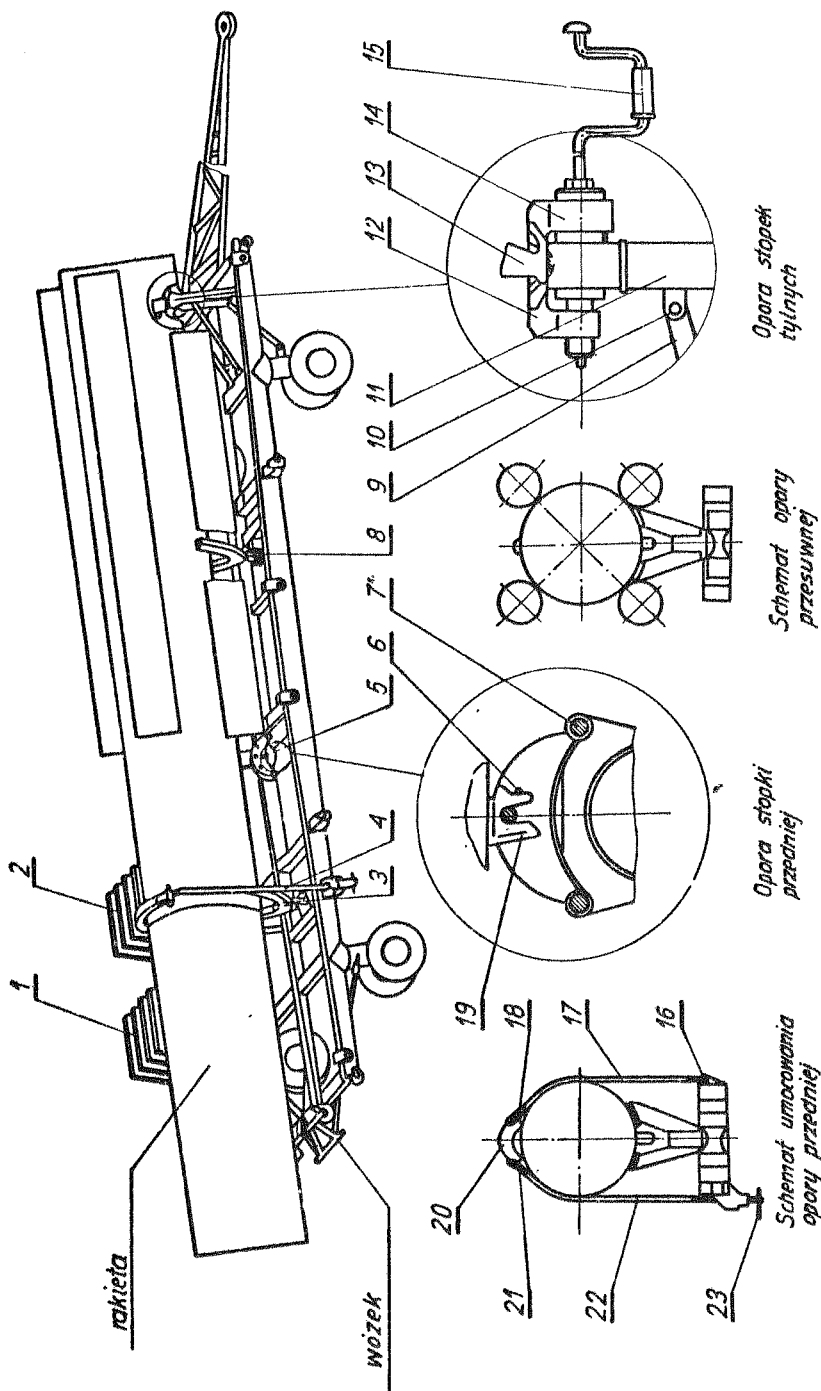

Rys. 97. Przeładunek pojemników;
6. Ustawić za pomocą żurawia samochodowego strop 3 /rys. 97/ nad pojemnikiem nr 1, umocować na pojemniku końce stropu i napiąć wstępnie jego liny
4. Nałożyć na hak żurawia strop 3 /rys. 97/ i ustawić go nad pojemnikiem nr 1	Strop
<p>11. Ustawić przesuwnik 2 /rys. 96/ stropu w położeniu odpowiednim do przeładowania pojemnika nr 2 w zależności od kompletacji rakiety /tabela 1/</p> <p>12. Ustawić za pomocą żurawia samochodowego strop nad pojemnikiem nr 2, umocować końce stropu na pojemniku /rys. 97/ i napiąć wstępnie liny stropu</p> <p>13. Umocować na pojemniku linki odciągowe i podnieść pojemnik /po uprzednim wysunięciu płóz spod zacisków nieruchomych 8 /rys. 114/ na wysokość zapewniającą bezpieczne przeniesienie go</p> <p>14. Przenieść pojemnik i opuścić go płynnie na miejsce wyładowania, utrzymując linkami odciągowymi przed rozkołysaniem.</p> <p>15. Odłączyć od pojemnika strop i linki odciągowe</p> <p>16. Zamknąć ścianę tylną skrzyni ładunkowej naczepy</p> <p>17. Przetawić żuraw samochodowy do położenia marszowego zgodnie ze wskazówkami instrukcji o jego użytkowaniu</p>
<p>zegara zaciski ruchome 7 od powierzchni oporowych płózy pojemnika tak, żeby można było podnieść swobodnie pojemnik</p> <p>4. Nałożyć na hak dźwigu strop 3 /rys. 97/ i ustawić go nad pojemnikiem nr 1</p> <p>5. Umocować końce stropu za uchwyt przeladunkowe pojemnika i napiąć wstępnie liny stropu.</p> <p>6. Umocować na pojemniku linki odciągowe i podnieść pojemnik /po uprzednim wysunięciu płóz spod zacisków nieruchomych 2 /rys. 115/ na wysokość zapewniającą bezpieczne przeniesienie go</p> <p>7. Przenieść pojemnik i opuścić go płynnie na miejsce wyladowania, utrzymując linkami odciągowymi przed rozkołysaniem</p> <p>8. Odłączyć od pojemnika strop i linki odciągowe</p> <p>9. Zamknąć ścianę tylną skrzyni ładunkowej</p> <p>10. Przetawić żuraw samochodowy do położenia marszowego zgodnie ze wskazówkami instrukcji o jego użytkowaniu</p>	<p>Rękojeść</p> <p>Strop</p> <p>Odciągi</p>